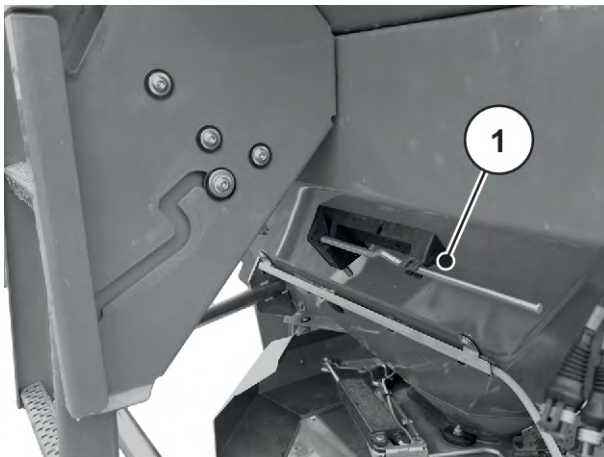

Fig. 36: Position du levier de réglage AXIS xx.2
- ▶ Replacer le levier de réglage dans le support prévu. Voir *Fig. 36 Position du levier de réglage AXIS xx.2*